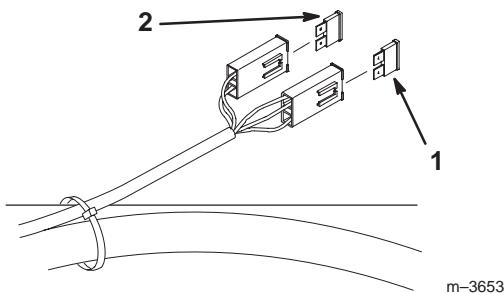

Bild 62
1. Entriegeln Sie den Sitz und heben Sie ihn an, um die Sicherungsfassung zugänglich zu machen (Bild 62).
3. Setzen Sie eine neue Sicherung ein (Bild 62).